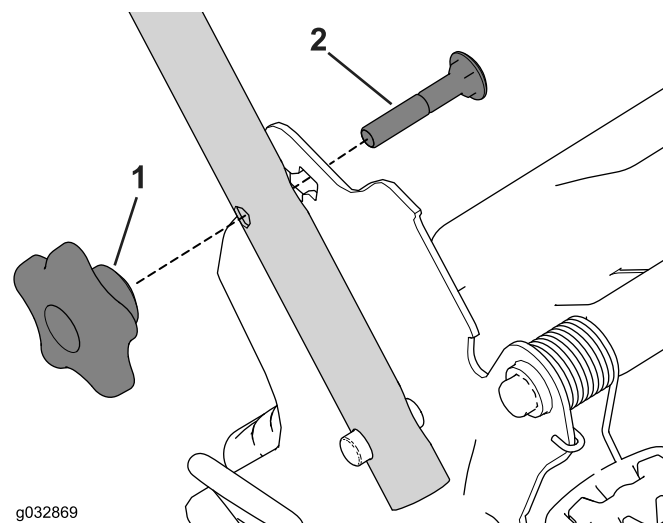

Figure 7
4. Insérez le boulon de carrosserie (la tête du boulon vers l'intérieur) dans le trou carré inférieur ou supérieur du support de guidon et dans le trou supérieur à l'extrémité du guidon (Figure 7).